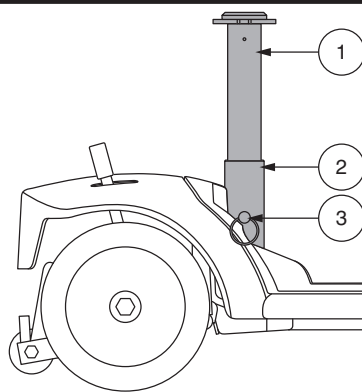

Figure 29. Réglage de la hauteur du siège
La hauteur du siège peut être réglée à volonté. **Voir la figure 29.**
2. Retirez le mât du siège du Travel Scooter en retirant la goupille de détente de la partie inférieure du mât du siège, puis soulevez le mât vers le haut et enlevez-le du Travel scooter. **Voir la figure 29.**